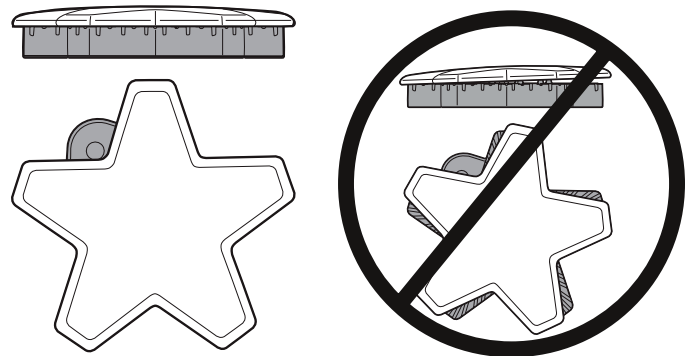

Figura 13: Tapa de quemador colocado correctamente
- Compruebe cada quemador para asegurarse de que no hay espacio entre la tapa y la base del quemador. Vea *Figura 13* para ejemplos de tapa de quemador instalada correctamente e incorrectamente.
- Puede intentar mover con cuidado las tapas de los quemadores lateralmente para asegurarse de que estén colocadas correctamente en su base. Cuando es el caso, las tapas están rectas en la base y cubren completamente la base del quemador en forma de estrella al mirirlas desde arriba, como se muestra en la *Figura 13*.